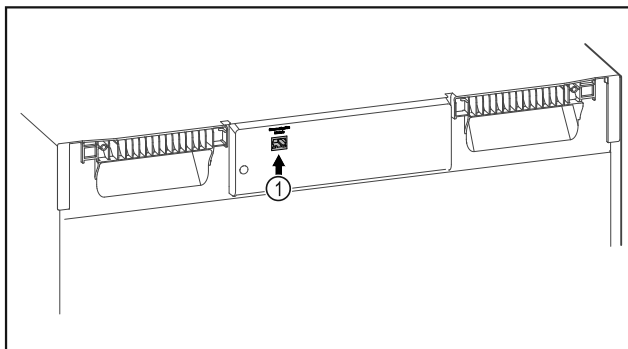

Fig. 82
- Le SmartModule Fig. 82 (1) est en place.